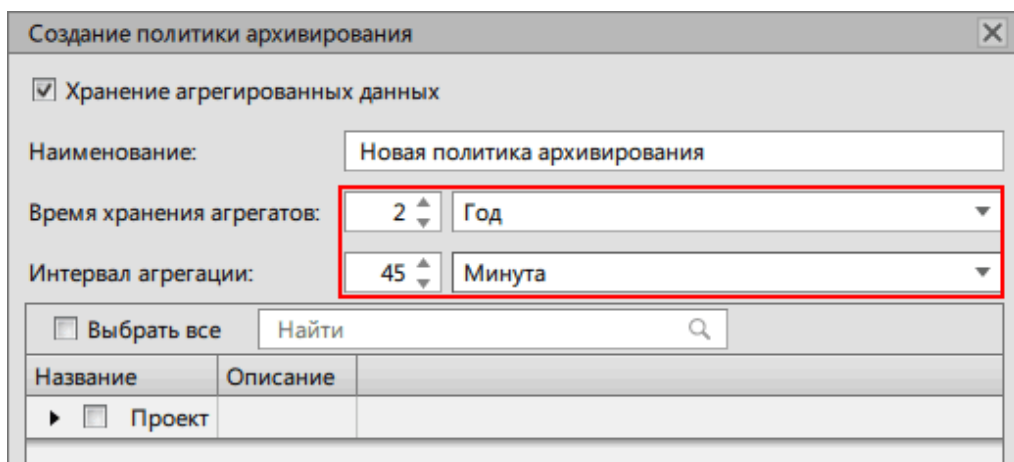

Рисунок 278 - Период и интервал агрегации
4. Назначьте **Время хранения агрегатов** и **Интервал агрегации** (Рисунок 278).